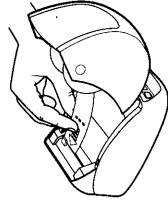

Figura 9
- 6 Corte la primera etiqueta por la mitad para obtener un borde limpio e introduzca la etiqueta en la ranura de alimentación de etiquetas. Véase Figura 9.